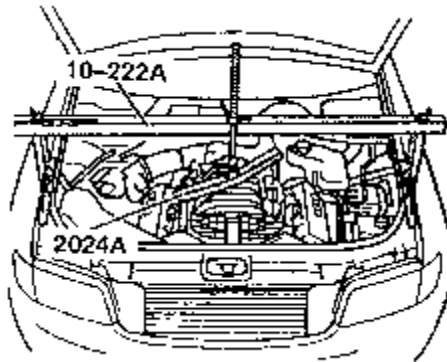

图 8-34 安装支承架
- (8) 将支承架 10-222A 按图 8-34 所示横架到挡泥板上。